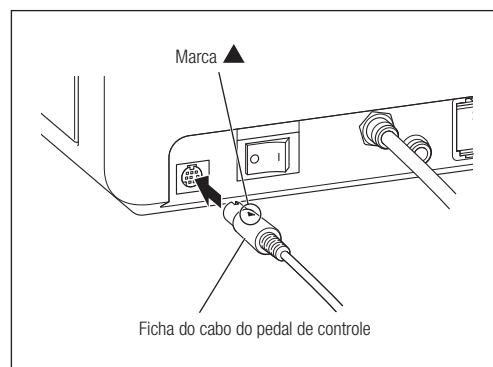

Fig. 5
- 2) Introduza a ficha do pedal de controle na tomada do conector do cabo do pedal de controle com a marca ▲ virada para cima (Fig. 5).